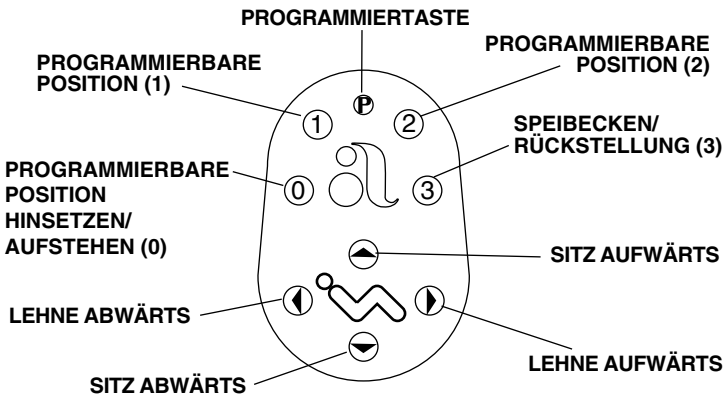
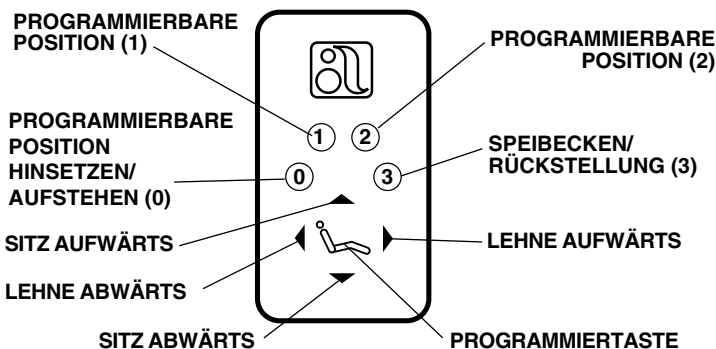

Abbildung 2: 8-Funktionen-Fußschalter
Abbildung 2a: Touchpad des Behandlungsstuhls
Die Funktionen des Behandlungsstuhls werden durch den 8-Funktionen-Fußschalter oder das als Sonderausstattung erhältliche Touchpad gesteuert (siehe Abbildung 2 bzw. 2a auf Seite 3).
Der 8-Funktionen-Fußschalter (siehe Abbildung 2) bzw. das Behandlungsstuhl-Touchpad (siehe Abbildung 2a) dienen zur manuellen oder programmierten Steuerung der Stuhlposition. Mit den Pfeiltasten auf dem Fußschalter bzw. Touchpad lassen sich die Lehnen- und Fußstützenneigung sowie die Sitzhöhe manuell einstellen. Die Nummerertasten sind für die Position *Hinsetzen/Aufstehen* (0) und für die programmierbaren Positionen bestimmt.
Eine programmierbare Position können Sie mit der Programmier Taste auf dem Fußschalter oder Touchpad ändern (siehe *Abbildung 2 bzw. 2a auf Seite 3*).
Drücken Sie die Taste für die Position 0 (*siehe Abbildung 2 bzw. 2a auf Seite 3*), um den Behandlungsstuhl in eine vorprogrammierte Position zum Hinsetzen oder Aufstehen zu bewegen.
Sie können die vorprogrammierte Position zum Hinsetzen/Aufstehen mit der Programmier Taste auf dem Fußschalter oder Touchpad ändern (*siehe Abbildung 2 bzw. 2a auf Seite 3*).